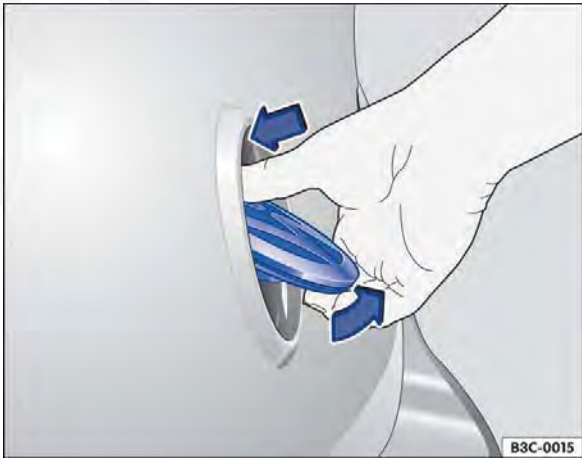

Fig. 35 Com o emblema Volkswagen na tampa do compartimento de bagagem: abrir a tampa do compartimento de bagagem por fora.
- Com o polegar, pressionar a parte superior do logo Volkswagen ⇒ Fig. 35 e rebatê-lo para fora por baixo, no sentido da seta. A tampa do compartimento de bagagem se abre automaticamente.